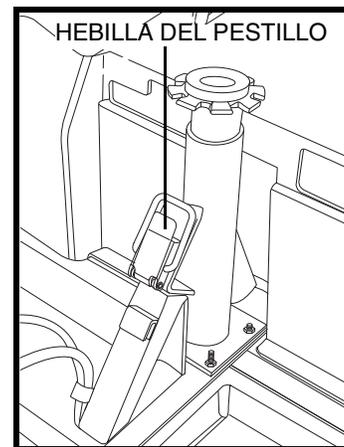

Figura 15B. Hebilla abierta
2. Coloque la hebilla del pestillo pasador por encima del mismo. **Ver figura 15B.**